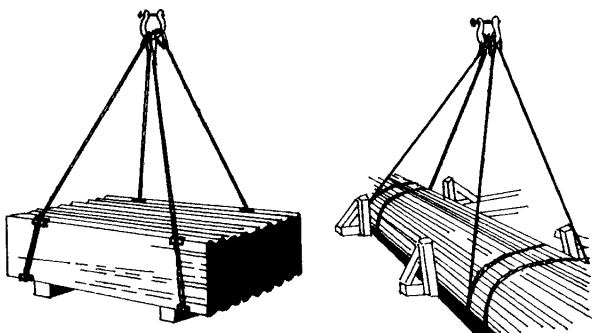

Figure 11
- Déposer les charges sur des emplacements sécuritaires. S'assurer qu'elles soient placées sur des cales et bien stabilisées avant d'enlever les élingues (figure 11).